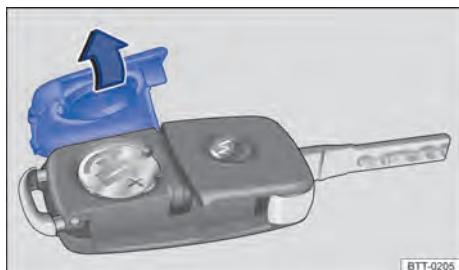

Fig. 21 Chave do veículo: abrir tampa do alojamento da bateria.
- Retirar a cobertura no lado posterior da chave do veículo Fig. 21 no sentido da seta ①.
- Posicionar a cobertura conforme indicado Fig. 21 e pressionar no sentido contrário ao da seta sobre a carcaça da chave do veículo até encavar.